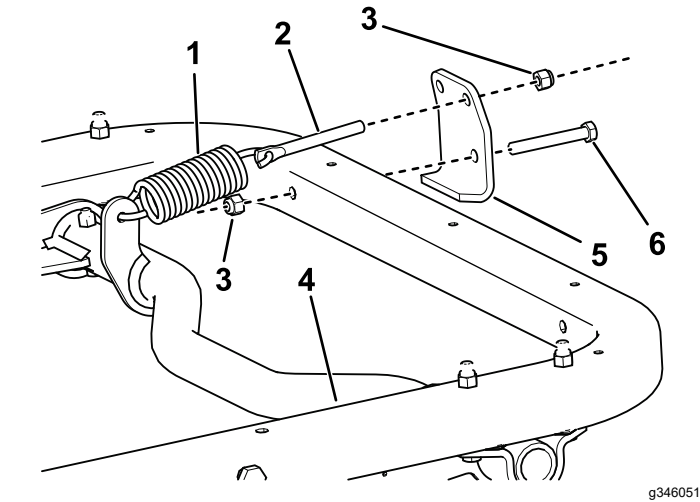

Figura 6
Nota: Posizionate l'asta della molla come illustrato in Figura 6.
- Nota:** Posizionate la staffa della molla come illustrato in Figura 6.